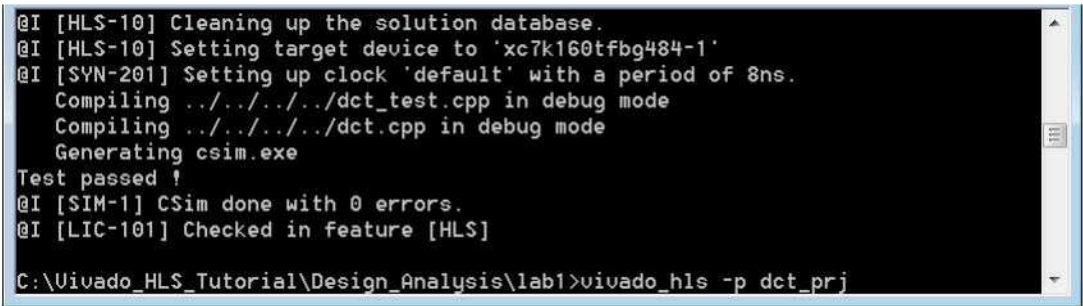

图6-2:实验室1 的开放设计分析项目
- 4.Vivado HLS 完成后，使用图 6-2 所示的命令在 Vivado HLS GUI 中打开项目。